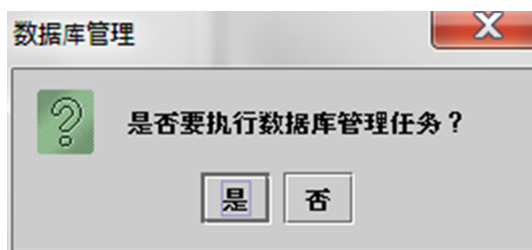
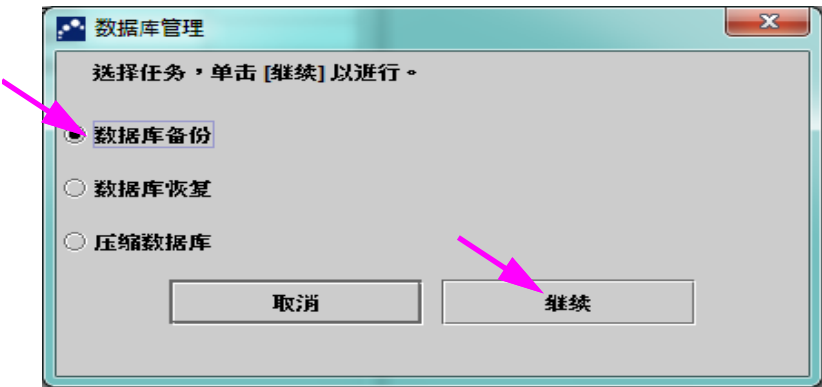

图 5-72. Database Management（数据库管理）对话框
图 5-73. Database Management（数据库管理）窗口
GeneXpert Dx System 管理员指定您是否具有执行数据管理任务权限。请参阅第 2.13 节“定义用户和权限”。请找 GeneXpert Dx System 管理员调整权限，以满足您的要求。如果**数据库管理提醒**启用，在启动时系统会询问用户是否要执行数据库管理任务。只有在用户拥有执行这些任务的权限的情况下，才会出现该提示。如果用户没有任何此类权限，或者如果**数据库管理提醒**是禁用的，则不会出现该提示。参见图 5-72。
8. 如果您不想执行数据库管理任务，单击数据库管理（Database Management）对话框中的**否（No）**（见图 5-72），跳到第 5.2.3.2 节，存档过期提醒。
如果要执行数据库管理任务，则在“数据库管理”对话框（参见图 5-72）中单击**是**。出现“数据库管理”窗口。参见图 5-73。
- 1. 在“数据库管理”窗口上选择**数据库备份**（参见图 5-73）。